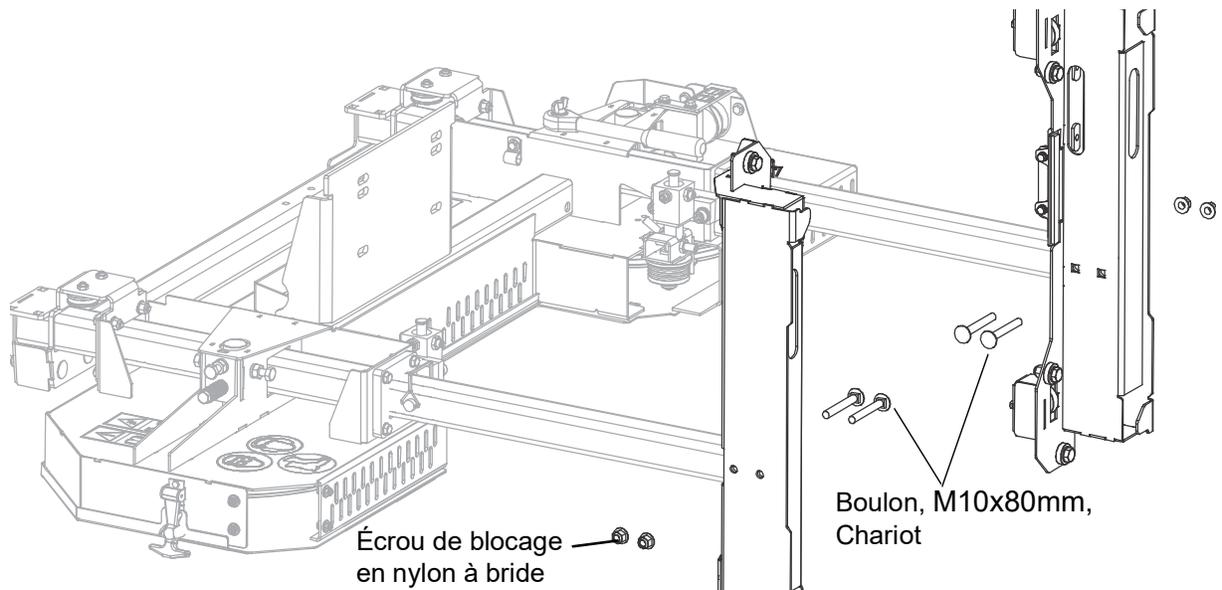

FIG. 3-11
7. Faites glisser les montants du mât dans les galets du chariot de mât et fixez-les **sans serrer** avec des boulons M10x80mm comme indiqué sur la fig. 3-11.